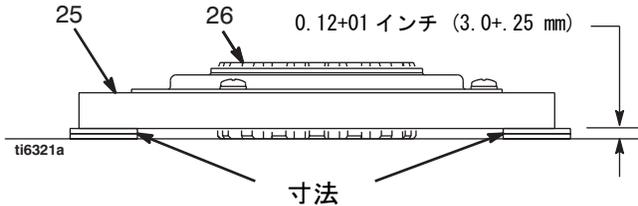

図. 8
- 図. 8. 滑らかなベンチ表面上にある2個のダイムのスタック2個を合わせます。
- アーマチュア (25) を2個のスタックに合わせます。
- ハブ (26) の中央をベンチ表面に押し付けます。